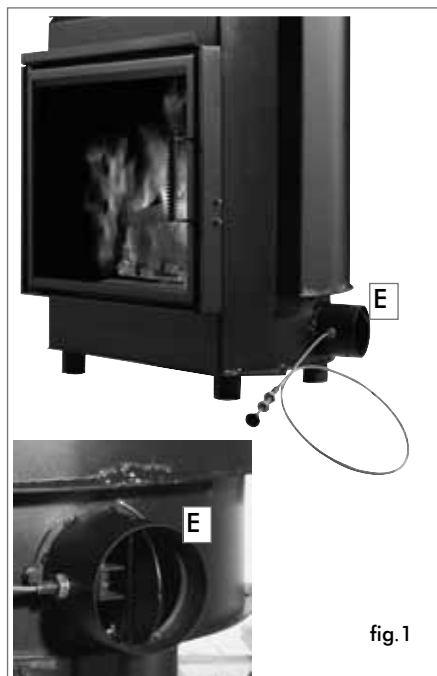

fig.1
- Il comando serranda posto sul bocchettone presa aria esterna (vedi fig.1 a pag.6), regola la quantità d'aria primaria necessaria alla combustione. Spingendo il pomolo chiude la presa d'aria esterna, tirando il pomolo apre la presa d'aria esterna.